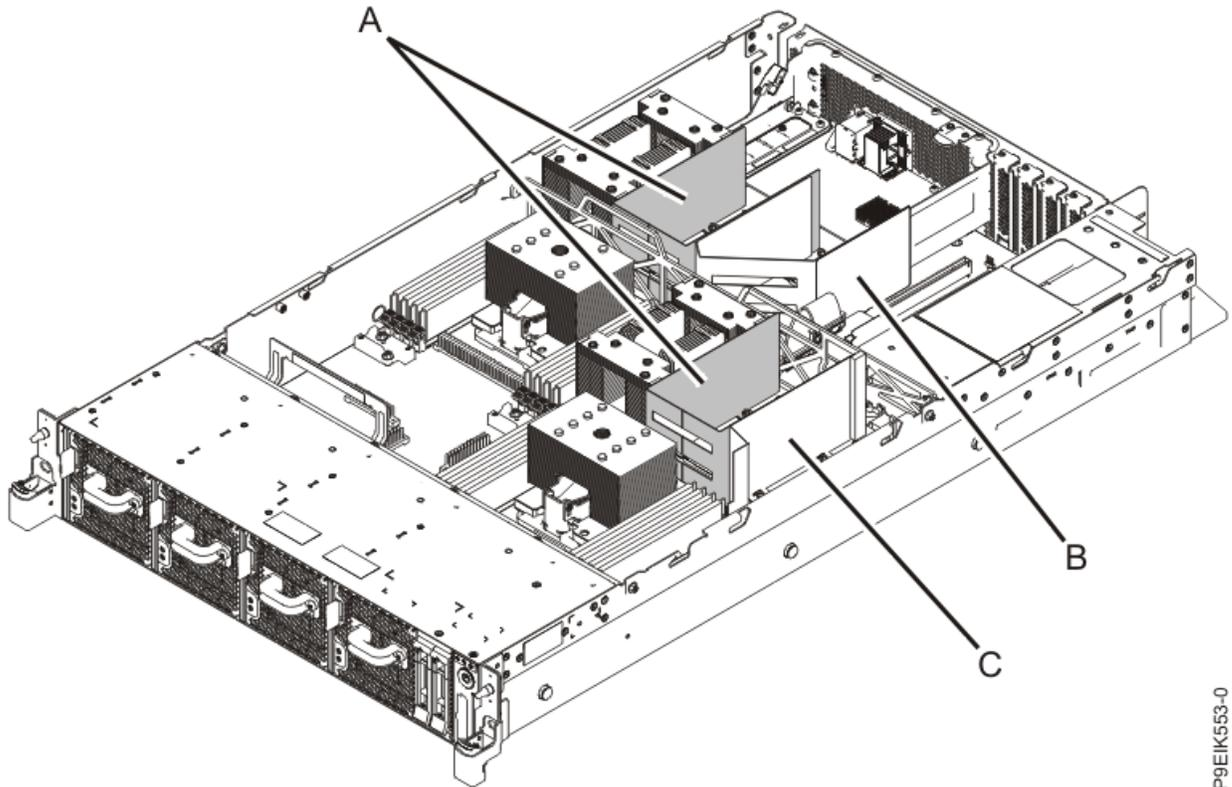

図 22. GPU エア・フィラー (A) およびエア・バッフル (B および C)
2. GPU ソケットの場所にある 2 つの GPU フィラー **(A)** を取り外します (26 ページの図 22 を参照)。2 つのエア・バッフル **(B)** および **(C)** は、適切な冷却を確保するために、所定の位置に残す必要があります。